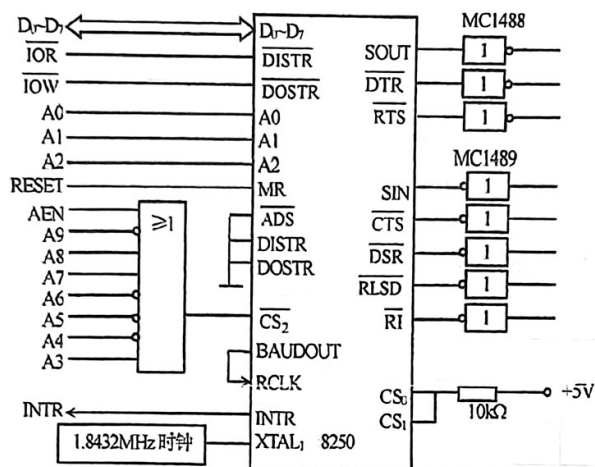

图 7.27 8250 与系统总线的连接
(1) 设计通信接口电路, 画出系统硬件连接图;
(2) 完成对 8250 的初始化编程;
(3) 编写甲方的发送程序和乙方的接收程序。
解: (1) 甲、乙双方均可采用如图 7.27 所示接口。通信时可通过 RS-232 接口实现甲乙两站之间的连接。
(2) 假定通信波特率为 4800 (除数寄存器值 = $\frac{f_{\text{基准时钟}}}{\text{波特率} \times 16} = \frac{1.8423 \times 10^6}{4800 \times 16} = 0 \times 18$), 每个字符由 1 位起